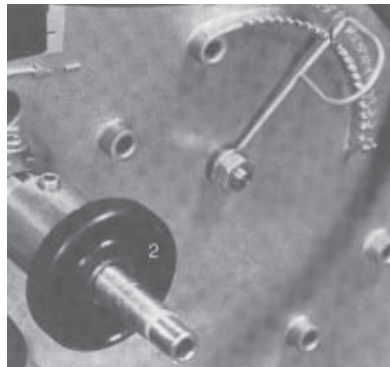

Abb. 23
- als Vorregulierung mittels Luftklappe am Raster (Abb. 23 Pos. 1) und
- als Feinregulierung im Mischkopf, durch Drehen einer Rändelmutter (Abb. 23 Pos. 2).